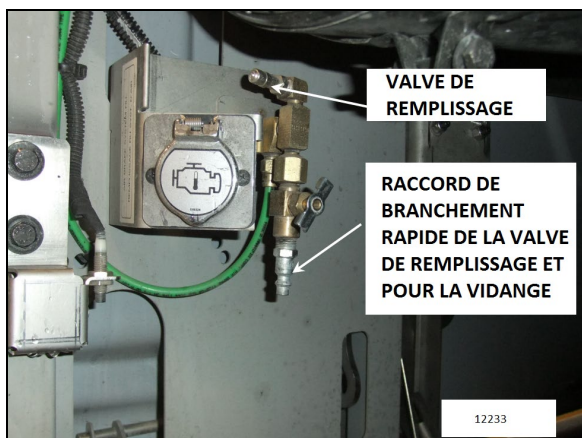

FIGURE 7: EMBLACEMENT DE LA VALVE ARRIÈRE
La valve arrière se trouve dans le compartiment moteur et est accessible depuis la porte latérale droite du compartiment moteur (FIGURE 7).
Le dessiccateur d'air et le réservoir humide peuvent être purgés simultanément pour l'entretien en utilisant la valve de remplissage du système d'air de secours placée dans le compartiment moteur et accessible par la porte latérale droite du compartiment moteur (FIGURE 7).
1. Détendre la pression du dessiccateur d'air en ouvrant la valve de vidange du dessiccateur (FIGURE 7).